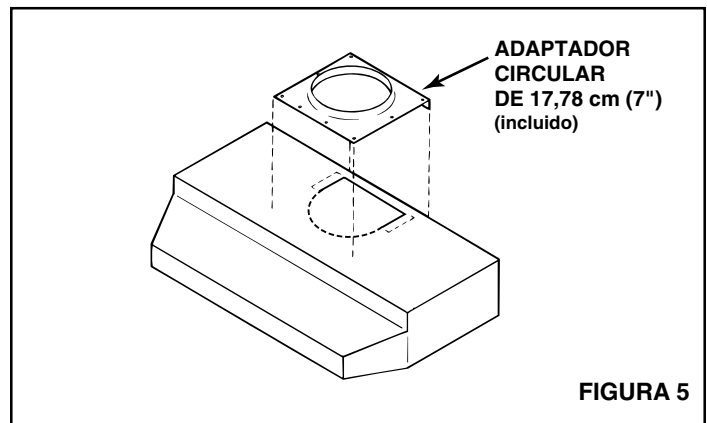

FIGURA 5
2. **Para una instalación de descarga circular de 17,78 cm (7")**, refiérase a la **FIGURA 5**. Asegure el adaptador de 17,78 cm (7") (incluido) al tope de la campana usando los tornillos provistos. Instale regulador redondo de 17,78 cm de diámetro (Modelo BP87, se compra por separado).